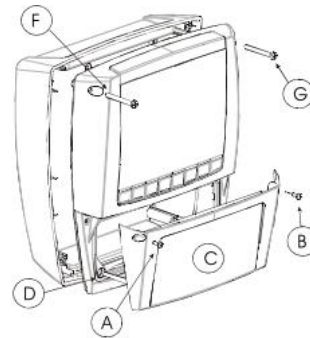

FIG. 2
8. Después de conectar los cables a los bornes, cerrar la tapa (Fig. 2, c) y fijarla con los tornillos.
9. Después de conectar los cables a los bornes, cerrar la tapa (Fig. 2, c) y fijarla con los tornillos.